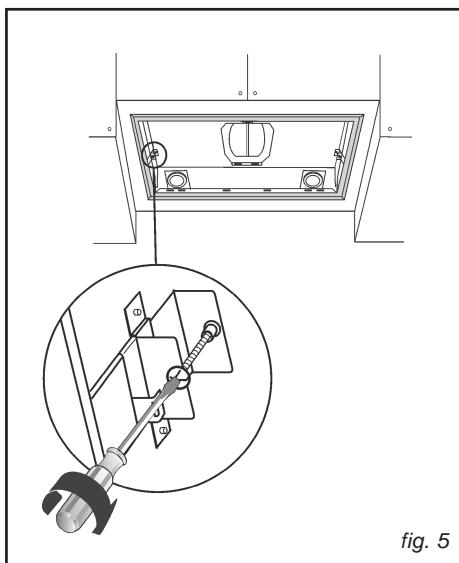
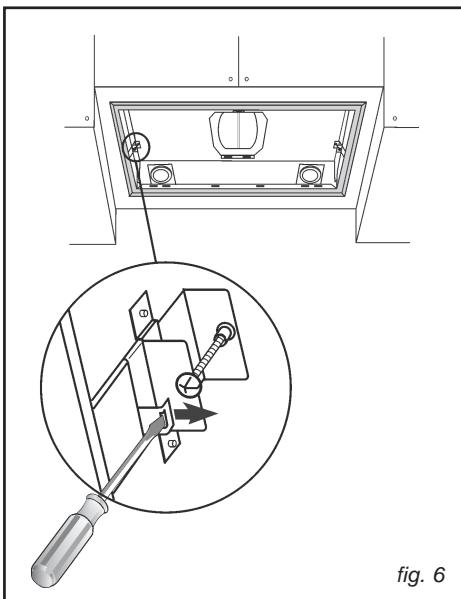

fig. 5
fig. 6
- Serrez les deux vis qui se trouvent à l'intérieur de l'appareil (Fig. 5), jusqu'à ce que celui ci soit parfaitement intégré. Eviter de serrer trop fort les vis de manière à ce que les petits étriers métalliques restent en bonne position.
Dévisser les deux vis situées à l'intérieur de l'appareil (Fig. 5); déplacer les 2 languettes vers l'intérieur de l'appareil en utilisant les entailles appropriées (Fig. 6); extraire l'appareil de son siège.